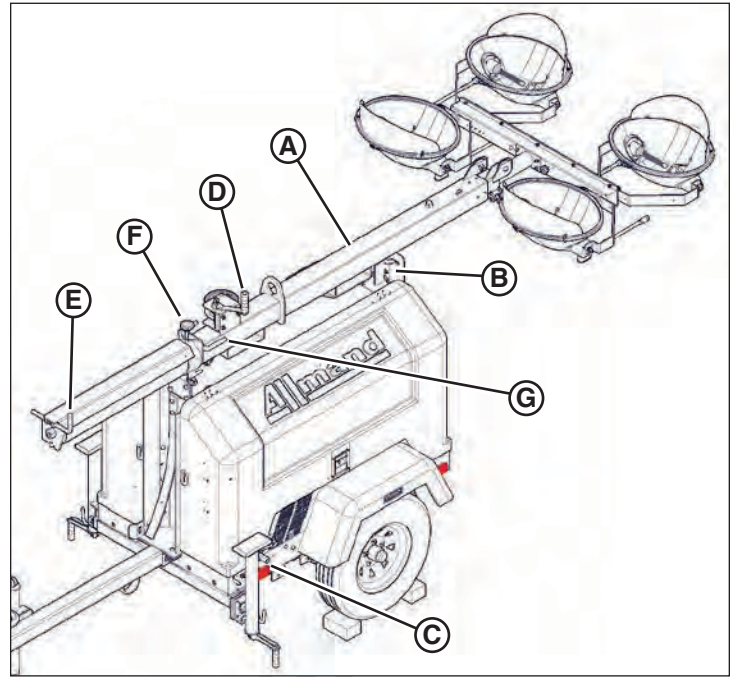

Figura 27
La torre con cabrestante manual (A, Figura 27) se puede elevar o extender mediante la operación de dos cabrestantes manuales con manivela. Un cabrestante, montado con la manilla extendida por el lado del armazón del remolque, eleva y baja el mástil de desde la posición horizontal de remolcado hasta la posición vertical, y vice-versa. El segundo cabrestante montado en la torre extiende y retrae las secciones telescópicas.
3. Suelte el pasador (B, Figura 27) que fija el mástil al soporte posterior del mástil.
4. Haga funcionar la manivela manual (C, Figura 27) en el lado derecho del remolque para elevar el mástil desde la posición horizontal a la vertical.
5. Enganche el pasador de seguridad automático con resorte (E, Figura 27).
6. Mueva el cabrestante de manivela manual (D, Figura 27) de la torre en el sentido de las agujas del reloj para elevar las luces verticalmente.
7. Para girar las luces, gire la perilla negra superior (F, Figura 27) en el sentido contrario al de las agujas del reloj y gire la torre con las manillas (G). Vuelva a apretar la perilla
2. Suelte la perilla negra superior (F, Figura 27) y gire la torre hasta que las manillas (G) estén paralelas con el parte delantera del remolque y vuelva a apretar la perilla.
3. Accione el cabrestante superior de manivela manual (D, Figura 27) en el sentido contrario al de las agujas del reloj para bajar las luces a la posición vertical más baja.
4. Opere el cabrestante inferior de manivela manual (C, Figura 27) en el costado del remolque en el sentido de las agujas del reloj para recoger la holgura del cable.
5. Desenganche el seguro automático con resorte (E, Figura 27).
8. Fije el pasador de liberación de soporte posterior (B, Figura 27) que bloquea el mástil al soporte posterior de la torre para remolcar.